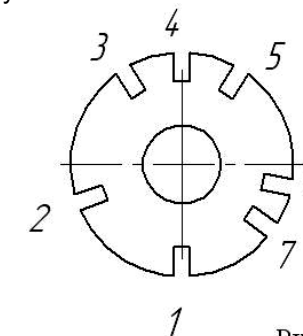

Рисунок 1 - Позиции диска фиксатора
7.5.2. Выставьте ёмкость бетоносмесителя на выбранный угол (поз. 2, 6, 7 диска фиксатора, рисунок 1).
7.5.5. После перемешивания в течение 2-5 мин выгрузите смесь в поддон путём опрокидывания ёмкости (поз. 3, 4, 5 диска фиксатора, рисунок 1).